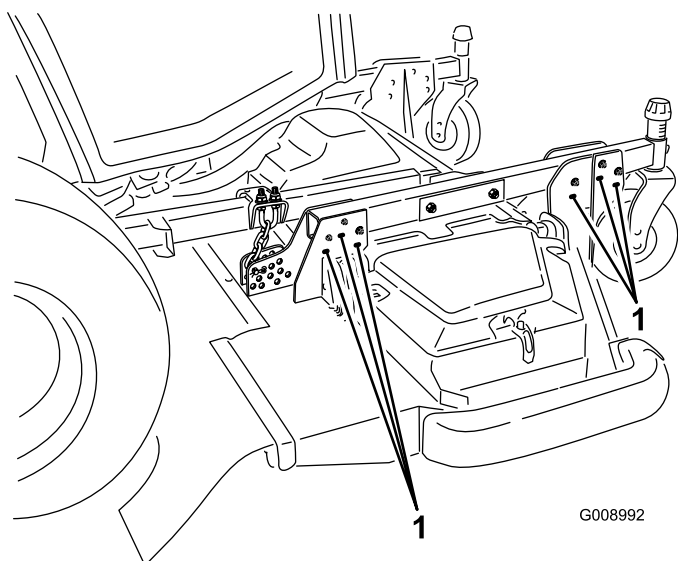

Рисунок 27
- Для настройки на высоту скашивания от 102 до 153 мм передвиньте болты крепления кронштейнов подвесов деки до высоты рычагов поворотных колес и переставьте кронштейны подвесов деки до высоты рычагов поворотных колес, используя нижний набор отверстий (Рисунок 27).